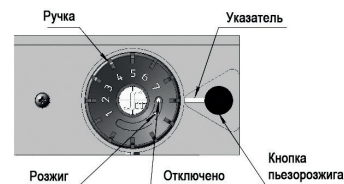

рис. 5 - Элементы управления на газовом блоке управления 630 EUROSIT (TGV 307)
- Установить ручку газового блока в положение «Отключено» (см. рис. 5)
ВНИМАНИЕ! Для повторного розжига котла с газовым блоком 630 EUROSIT необходимо установить ручку в положение «Отключено» (см. рис. 5), а только затем повернуть ручку газового блока в положение «Розжиг»